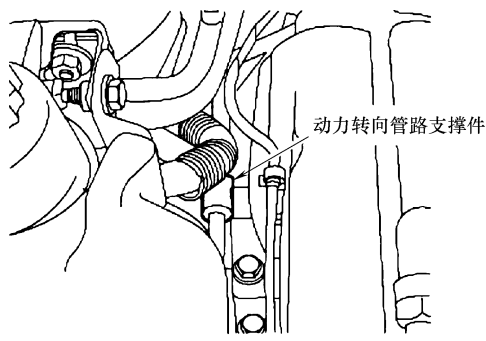

图 19-16 拆下动力转向管路支撑件
- 24) 拆下动力转向管路支撑件，如图 19-16 所示。